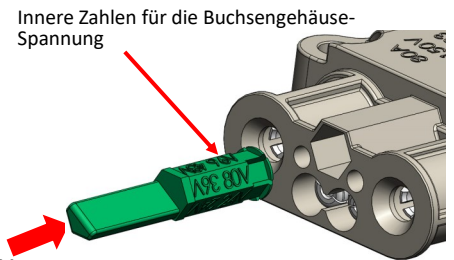

Abbildung 9
- Den Stecker nach vorn drücken, wobei sichergestellt wird, dass der Stecker richtig ausgerichtet ist (Abbildung 9)